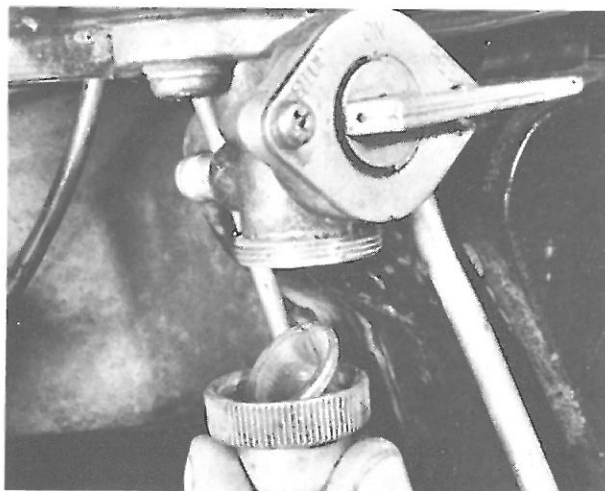

Bild 138
- Der Kraftstoffhahn wird von zwei Kreuzschlitzschrauben zu beiden Seiten des Hahnoberteils an der Unterseite der linken Tankhälfte gehalten. Eine Gummidichtung zwischen Hahn und Tank sorgt für gute Abdichtung. Das Filtergehäuse, das aussen handlich gerändelt ist, ist mit Gewinde in den eigentlichen Hahn eingeschraubt. Es wird linksherum losgeschraubt, und in seinem Innern hält es das Filtersieb (Bild 138).